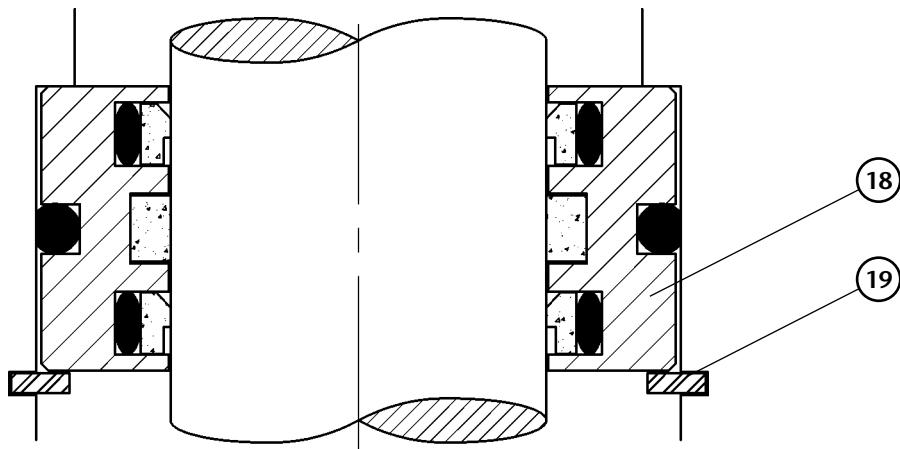

Fig. 12
1. Follow the procedure for the air motor until the air piston (9) is outside the air motor body.
2. Remove the circlip (19) and the packing set (18) from the air motor body (14). Replace in case of damage.
- NOTE:** The packing set is directional and must be mounted with the seals positioned as shown in fig.12.
1. Seguir el procedimiento del motor de aire hasta haber extraído el vástag (9) del cuerpo motor.
2. Quitar el anillo de seguridad (19) y el conjunto empaquetadura (18) del cuerpo motor de aire (14). Sustituir en caso de deterioro.
- NOTA:** El conjunto empaquetadura debe ser montada con las juntas según fig. 12.
1. Suivre les instructions données pour remplacer le moteur d'air jusqu'au moment d'extraire le piston (9) du corps moteur.
2. Retirer l'anneau de sécurité (19) ainsi que l'ensemble des colliers (18) du corps du moteur d'air (14). Remplacer ces pièces si nécessaire.
- NOTE :** S'assurer que l'ensemble des colliers a bien été remonté avec les joints comme il est indiqué sur la Fig.12.
1. Den Anweisungen zur Zerlegung des Luftmotors folgen, bis der Kolben (9) ausserhalb des Luftmotors ist.
2. Den Sprengring (19) und den Dichtungssatz (18) vom Luftpumpe-Körper (14) lösen. Beschädigte Teile ersetzen.
3. Der Zusammenbau erfolgt gem. dieser Anweisungen Schritt für Schritt in umgekehrter Reihenfolge. ACHTUNG: Beim Einbau des Dichtungssatzes muss die richtige Reihenfolge eingehalten werden. Dies wird in Bild 12 gezeigt.